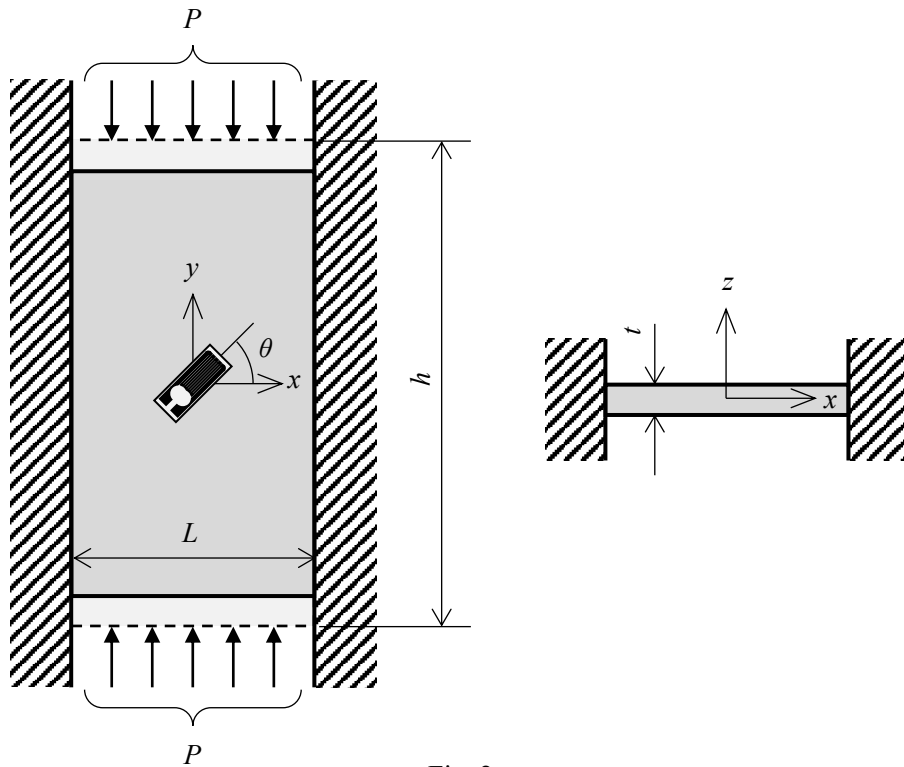

Fig. 2
- [2] 図2は z 方向に十分薄い弾性体の板状部材(長さ L , 高さ h , 厚さ t)が剛体壁の内側にはめ込まれている様子を示している. 図2のように y 方向に両端から圧縮荷重 P が作用している. 板材は点線部から実線部に変形するが, この図ではイメージしやすくするために変形が大きく描かれている. x 軸から反時計回りに $\theta = 45^\circ$ 傾いた方向にひずみゲージが貼り付けられている. このひずみゲージから $\varepsilon_\theta = -100\mu$ の値を得た. 壁からの摩擦力は無く, 部材の変形は一様であるとして以下の設問に答えよ. ただし, 弾性体の材料定数を縦弾性係数 $E = 200\text{GPa}$, ポアソン比 $\nu = 0.3$ とし有効数字3桁で答えよ.